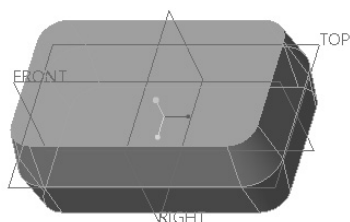

图 6-75 根据拔模枢轴分割
8) 在“拔模”选项卡中单击  (完成) 按钮，完成的拔模几何效果如图 6-75 所示。